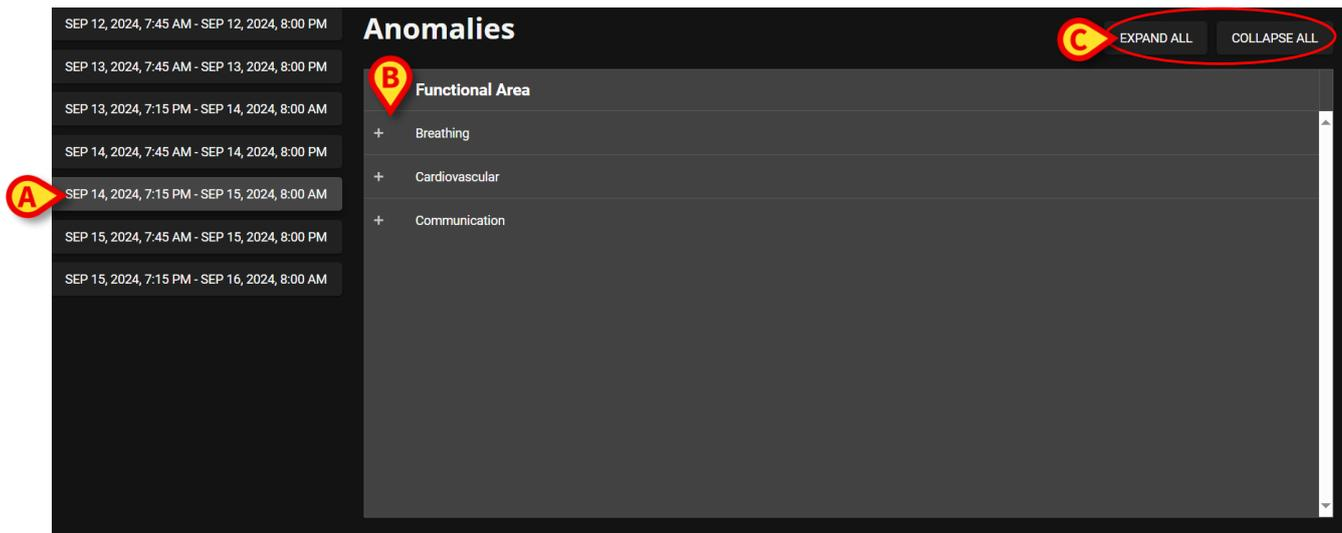

Fig 101
- Haga clic en un turno (Fig 101 **A**) para visualizar las anomalías relacionadas en la zona central (Fig 101 **B**).
- Haga clic en el botón **Expand All**(Expandir todo) para desplegar todos los elementos. Haga clic en el botón **Collapse All** (Contraer todo) para contraer todos los elementos (Fig 101 C).